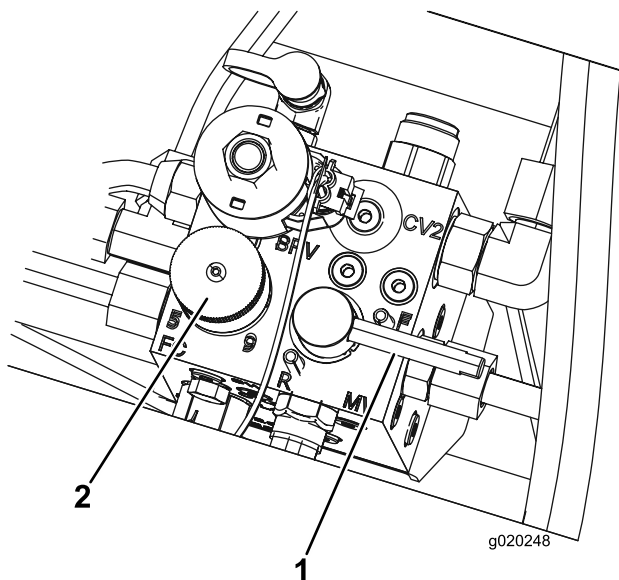

Figura 99
5. Setai butonul de control al vitezei cilindrului în poziția 1 (Figura 99).
6. Deplasai maneta pentru ascuire în poziția R (de ascuire) (Figura 99).